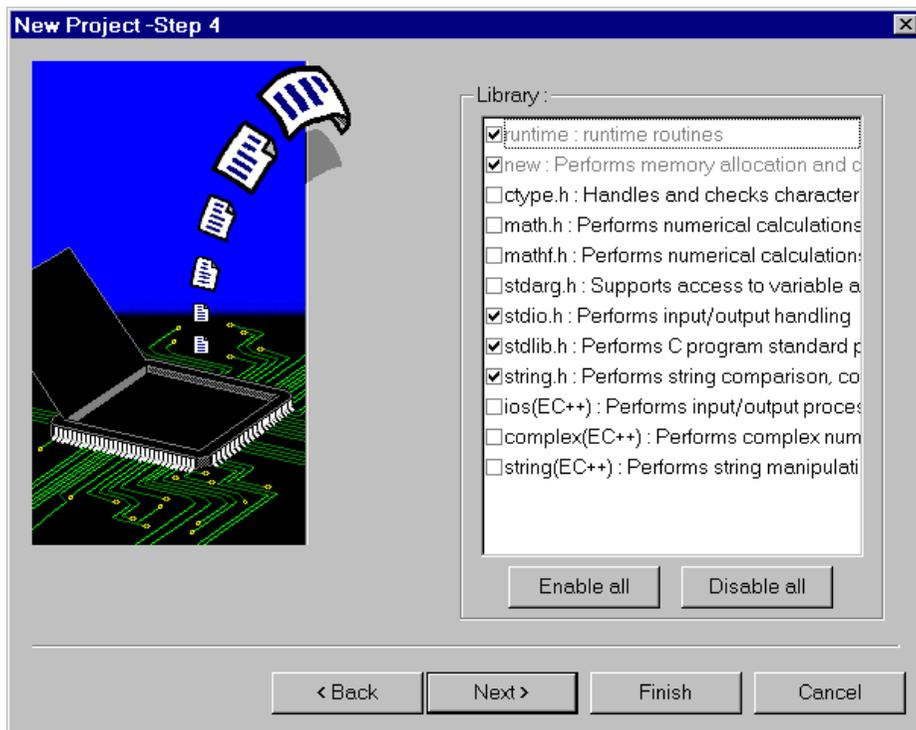

図 1.7 プロジェクトジェネレータの標準ライブラリ設定画面 (Step4)
Step3 画面で[Next >]をクリックすると、図 1.7に示す画面を表示します。